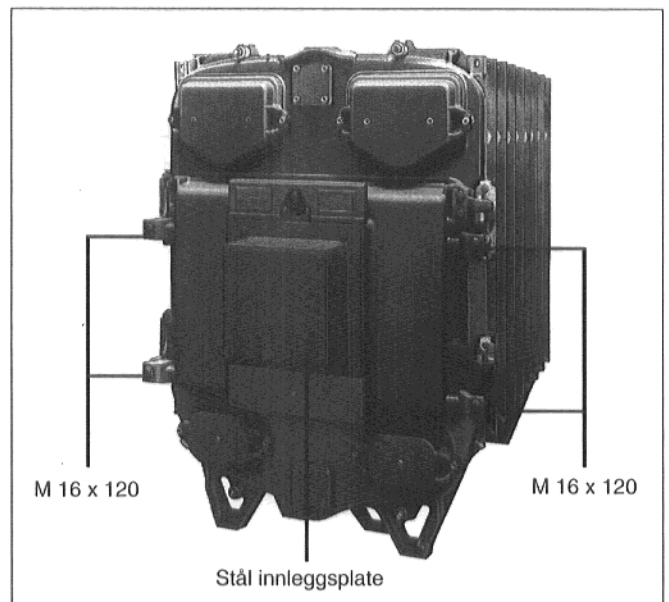

Fig. 28
- Steng brennerdøren og lukk med maskinskruene (4 x M16 x 120) som vist i fig. 28. Maskinskruene må trekkes til i kryss.
- Stålinnleggsplaten (fig. 28) bores rett på stedet i henhold til nødvendig brennerrørdiameter (Ø maks. 360 mm) eller skjæres ut autogent. Bor hull for brennerfestet etter hullbildet til brennerkopplingsflensen.